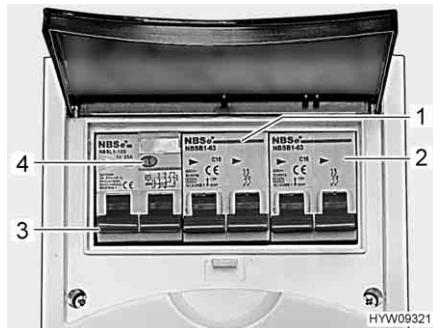

Fig. 79 Interruttore di sicurezza e interruttore automatico FI (scatola dei fusibili a 230 V)
Un interruttore di sicurezza per correnti di guasto (interruttore automatico FI) (Fig. 79,3) nella scatola dei fusibili protegge l'intero veicolo da correnti di guasto (30 mA).
L'interruttore di sicurezza collegato in serie (10 A) (Fig. 79,1) protegge le prese da 230 V, la centralina elettrica, il caricabatteria supplementare e il frigorifero.
Per veicoli con accessori opzionali, p. es. l'impianto di climatizzazione a tetto, un ulteriore interruttore di sicurezza (16 A) (Fig. 79,2) protegge l'apparecchio. La scatola dei fusibili si trova vicino al collegamento a 230 V.
- Se il veicolo è collegato all'alimentazione a 230 V, premere il tasto di controllo (Fig. 79,4). L'interruttore di sicurezza per correnti di guasto (FI) deve scattare.